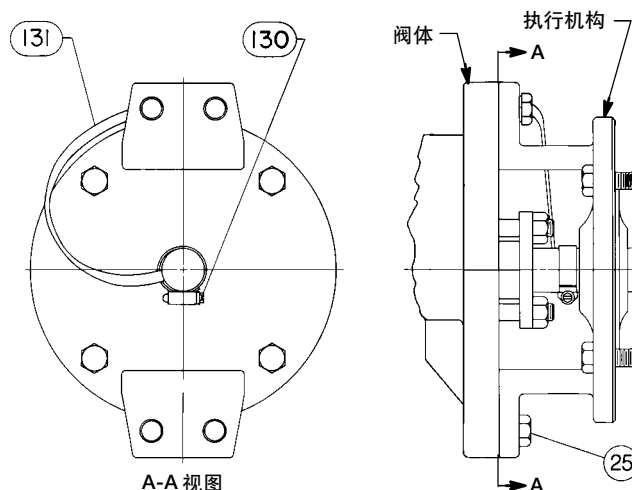

图 6. 可选的阀轴至阀体连接带组件
4. 用夹子（图 6 件 130）将连接带组件（图 6 件 131）连接固定到阀轴上。